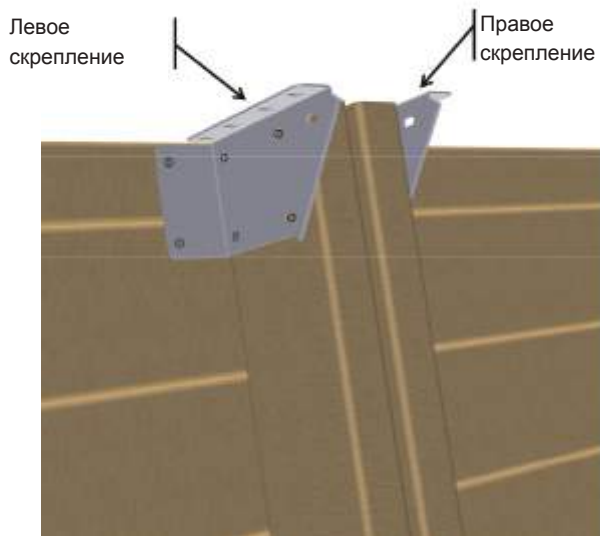

Figure 17 – Установка креплений поверх опорных стоек
- Поверх опорных стоек установите четыре “правых” крепления и четыре “левых” крепления из комплекта “Крепежные детали”, как показано на **Рисунок 17**. Используйте 6 винтов из нержавеющей стали 6 × 20 с шестигранной головкой A2 (пакет G) для каждого крепления, в общей сложности 48 винтов.